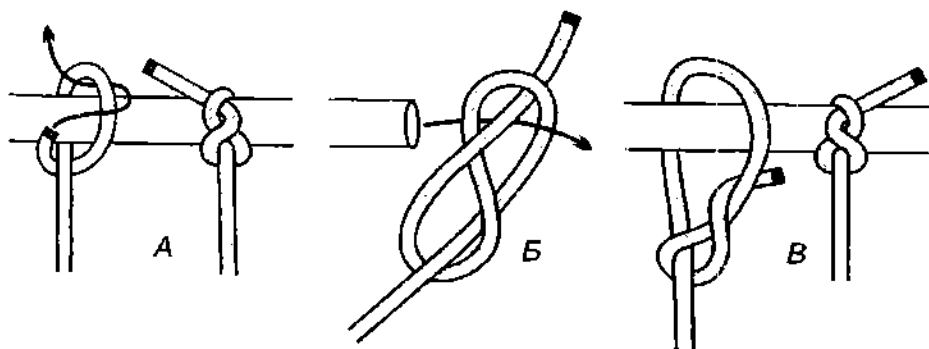

Рис. 651. Самозатягивающийся узел восьмёркой. А – 1-й способ завязывания; Б – 2-й способ завязывания, В – левый самозатягивающийся узел восьмёркой.
**Самозатягивающийся узел восьмёркой** – это стопорный узел **восьмёрка**, завязанный на опоре (рис. 651). Это также **удавка «восьмёркой»** с одним шлагом (рис. 651 В), и если связать **самозатягивающийся узел восьмёркой** с тремя и более шлагами, то получится обыкновенная **удавка** или **плотницкий штык**.